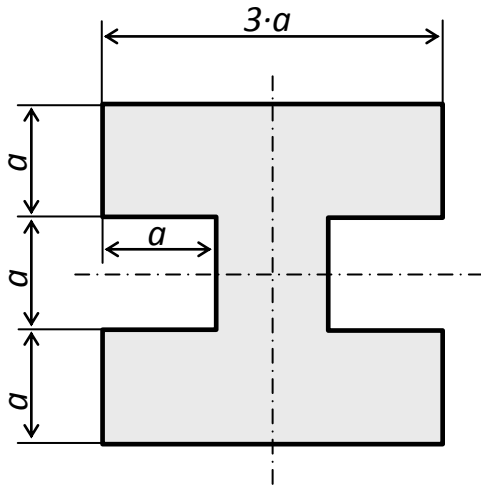

Рис. 1.
*Дано:* поперечное сечение, изображённое на рис. 1.